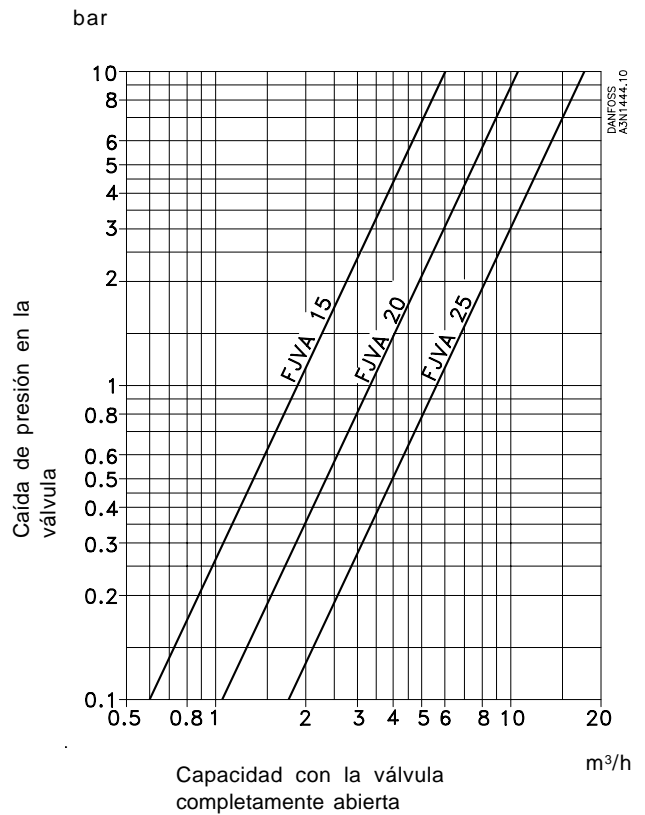

Fig. 8
- Fig. 8 - Las cantidades de caudal como función de la caída de presión  $\Delta p$